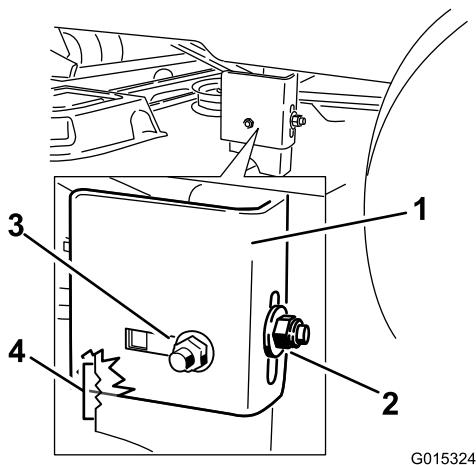

Figura 51
9. Afloje la tuerca de bloqueo trasera de la pletina de suspensión justo lo suficiente para poder retirar la pletina (Figura 51).
11. Cuando la carcasa esté en la posición deseada, apriete la tuerca de bloqueo trasera de la pletina de suspensión para fijar la posición nueva (Figura 51). Apriete la tuerca de bloqueo lateral de la pletina de suspensión.